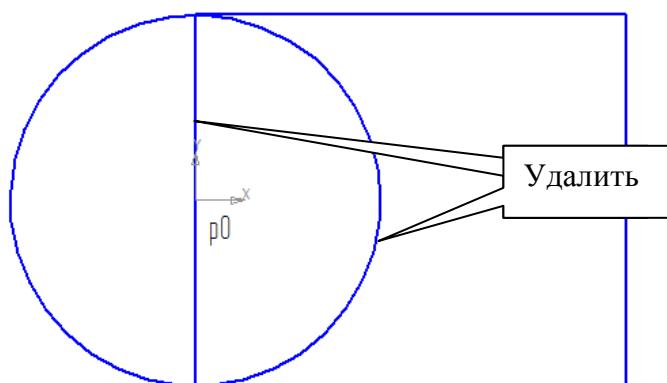

Рис.13
8) В ответ на запрос системы **«Укажите участок кривой, который нужно удалить»** последовательно щелкните мишенью на прямоугольнике и окружности в той части, которую нужно удалить (рис.13). Щелчком на кнопке **«Прервать команду»** на **«Панели специального управления»** завершите работу команды **«Усечь кривую»**.